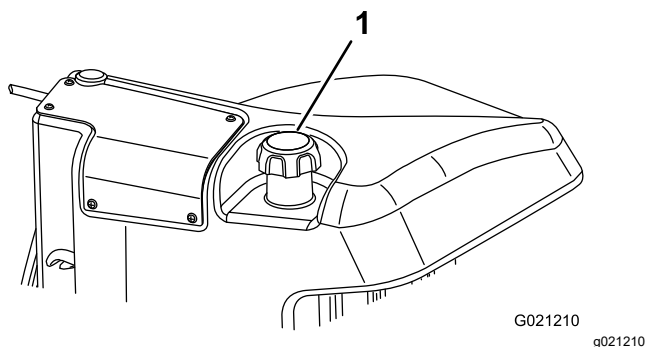

Figura 49
3. Retire a tampa do depósito de combustível (Figura 49).